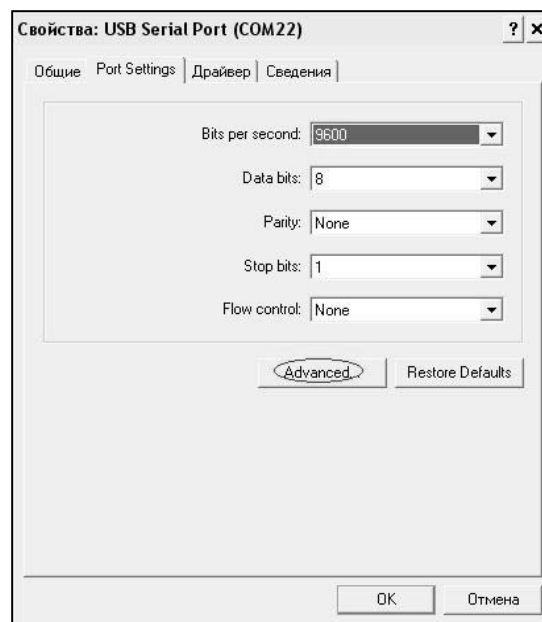
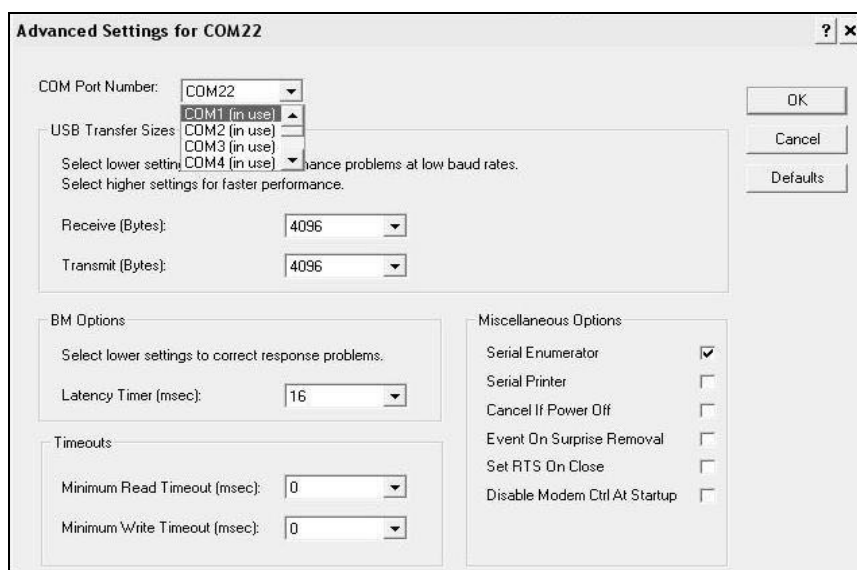

Рисунок 2.7 – Окно свойств USB-порта
Рисунок 2.8 – Дополнительные настройки драйвера
2.6.5.2.3 Перейти на вкладку «Параметры окна», нажать кнопку «Дополнительно» (рисунок 2.7) и в выпадающем списке «Номер Com- порта» выбрать «COM 1» (рисунок 2.8) и нажать кнопку «ОК».